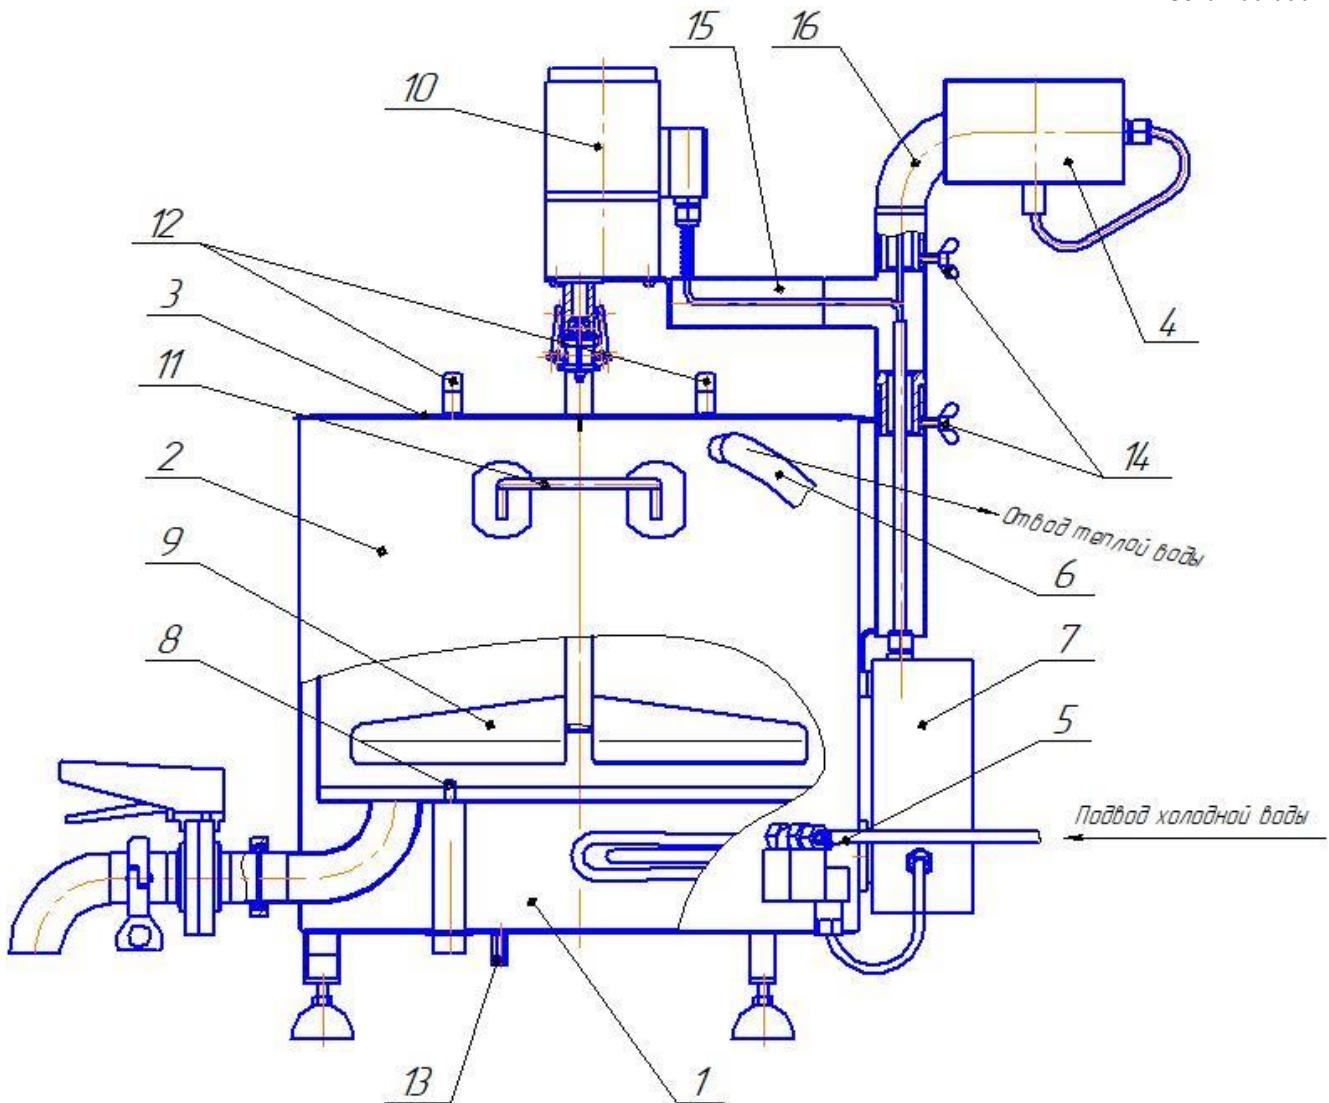
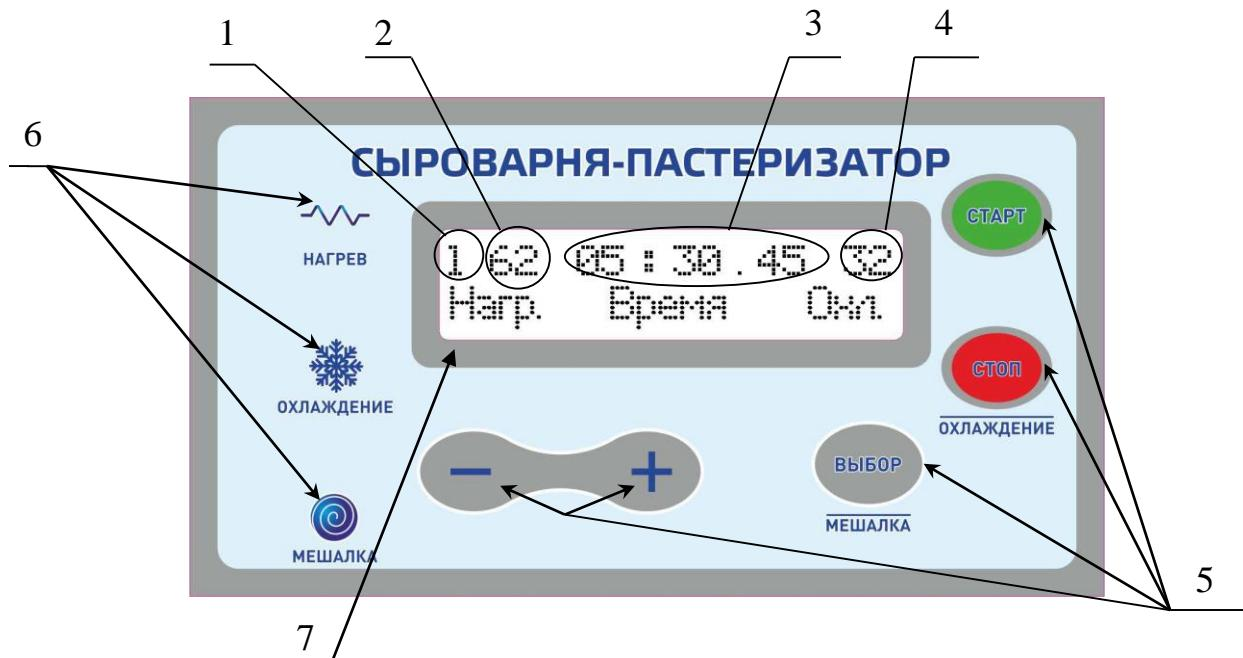

Рис. 1. Сыроварня-пастеризатор
Рис. 2. Лицевая панель ЭБУ
5.1 ЭБУ (рис. 2) предназначен для автоматизации процесса приготовления продуктов в сыроварне-пастеризаторе.
5.3 Кнопки управления (поз.5 рис.2):
5.4 Органы индикации единичные индикаторы поз. 6 (рис. 2) и жидкокристаллический дисплей поз. 7 (рис. 2):
1) Вся информация отображается на жидкокристаллическом дисплее поз. 7 (рис. 2).
2) Единичные индикаторы (поз.6 рис.2):
6.2 Установить сыроварню-пастеризатор на устойчивую ровную горизонтальную опору (рис.1).
6.3 Надеть конец шланга для подачи холодной воды на штуцер 5 (рис.1), второй конец шланга подключить к сети водоснабжения и закрепить шланг хомутами. Надеть сливной шланг на штуцер 6 (рис.1) и закрепить хомутом, установить его таким образом, чтобы свободный конец сливного шланга был на 40 см ниже сливного штуцера, сливной шланг не должен содержать изгибов и витков. Запрещено перекрывать верхний сливной штуцер и сливной шланг!
6.5 В зависимости от выбранной рецептуры залить необходимое количество молока во внутреннюю емкость 2 (рис.1), но не более чем 35л, при максимальном наполнении уровень молока должен быть на 3см ниже верхней кромки внутренней емкости. При необходимости использования в работе мешалки или лиры на вал мотора-редуктора 10 (рис. 1), закрепленного на крышке, устанавливается либо мешалка, либо лира.
6.6 Закрыть внутреннюю емкость 2 (рис.1) крышкой 3 (рис.1), состоящей из двух половинок.
6.8 Перед тем как приступить к работе, необходимо заполнить водой внешнюю емкость 1 (рис. 1) (создав таким образом «водяную рубашку») до момента перелива воды через сливной шланг! Для этого нужно нажать и удерживать кнопку «СТОП/ОХЛАЖДЕНИЕ» (5 рис. 2) пока не загорится индикатор «ОХЛАЖДЕНИЕ» 6 (рис. 2). Когда из сливного шланга польется вода кратковременно нажать кнопку «СТОП/ОХЛАЖДЕНИЕ», индикатор «ОХЛАЖДЕНИЕ» погаснет.
6.9 На дисплее ЭБУ поз. 7 (рис. 2) выводится меню задания режимов работы. **Меню содержит пять режимов, каждый режим состоит из задаваемых трех параметров: температуры нагрева, времени выдержки и температуры охлаждения.** При работе сыроварни-пастеризатора можно использовать как один режим, так и несколько (максимум 5 режимов), для приготовления нужного продукта.
- выбираем режим номер «1», для этого кнопкой «ВЫБОР» помещаем курсор в поз. 1 (рис. 2) и кнопками «–» и «+» устанавливаем значение «1» (изменяемое значение подсвечивается курсором);
- нажатием кнопки «ВЫБОР» переходим к выбору температуры нагрева поз. 2 рис. 2 (изменяемое значение подсвечивается курсором);
- кнопками «–» и «+» выставляем температуру нагрева поз.2 (рис. 2);
- нажатием кнопки «ВЫБОР» переходим к выбору времени выдержки поз. 3 (рис. 2) заданной температуры (переход между часами, минутами и секундами производится также, кнопкой «ВЫБОР», изменяемое значение подсвечивается курсором);
- нажатием кнопки «ВЫБОР» переходим к выбору температуры охлаждения поз. 4 (рис. 2);
- кнопками «–» или «+» выставляем температуру охлаждения поз. 4 (рис. 2) (изменяемое значение подсвечивается курсором).
6.10 Для запуска режима работы «1» переводим курсор в положение выбора номера режима поз. 1 рис. 2.
- засветится индикатор «НАГРЕВ» поз. 6 (рис. 2);
- по истечении времени выдержки, сыроварня-пастеризатор перейдет в режим охлаждения, откроется клапан подачи воды в водяную рубашку, засветится индикатор «ОХЛАЖДЕНИЕ» поз. 6 (рис. 2);
7.1 Для однократного нагрева без выдержки по времени и охлаждения необходимо: перевести курсор к выбору температуры нагрева поз. 2 рис. 2, кнопками «-» или «+» выставить требуемую температуру и не перемещая курсор нажать кнопу «СТАРТ» (3-4 сек). Прозвучит звуковой сигнал и начнется нагрев, по достижении установленной температуры прозвучит звуковой сигнал, нагрев прекратится. Регулировка скорости нагрева см. п. 6.14.
7.2 Для однократного охлаждения необходимо: перевести курсор к выбору температуры охлаждения поз. 4 рис. 2, кнопками «-» или «+» выставить требуемую температуру и не перемещая курсор нажать кнопу «СТАРТ» (3-4 сек). Прозвучит звуковой сигнал и начнется охлаждение, по достижении установленной температуры прозвучит звуковой сигнал, охлаждение прекратится.
7.3 Для выдержки заданное время без поддержания температуры (таймер): перевести курсор к выбору времени поз. 3 рис. 2, кнопками «←» или «+» выставить время и не перемещая курсор нажать кнопу «СТАРТ» (3-4 сек). Прозвучит звуковой сигнал и начнется обратный отсчет, по достижении нулевых значений прозвучит звуковой сигнал.